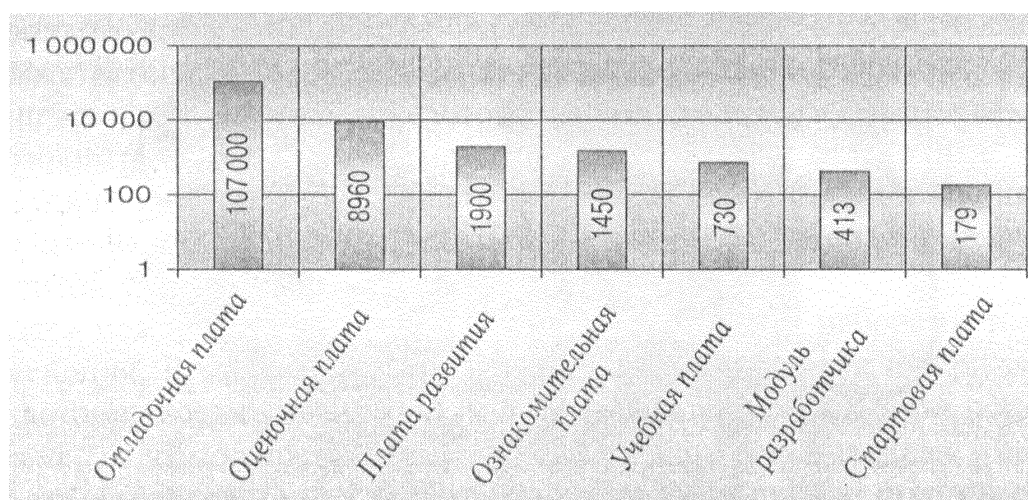

Рис. 1.5. Частота употребления русскоязычных названий для «Board» в Интернете
- отладочная плата («Board», Рис. 1.5);